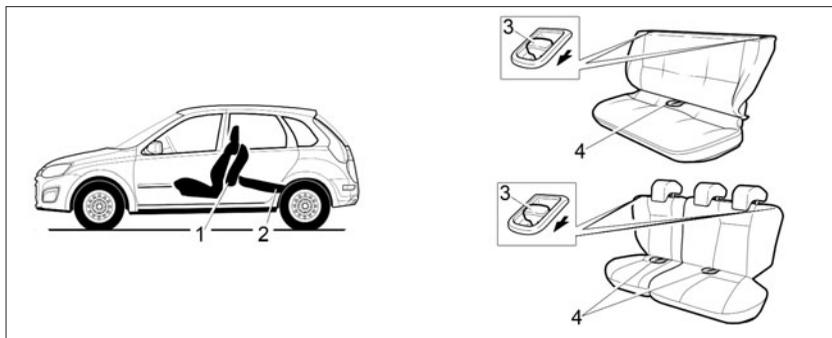

Рис. 12. Раскладка заднего сиденья
– потяните за петлю 4 (рис. 12) и установите подушку 1 в вертикальное положение. При необходимости сдвиньте передние сиденья вперед;